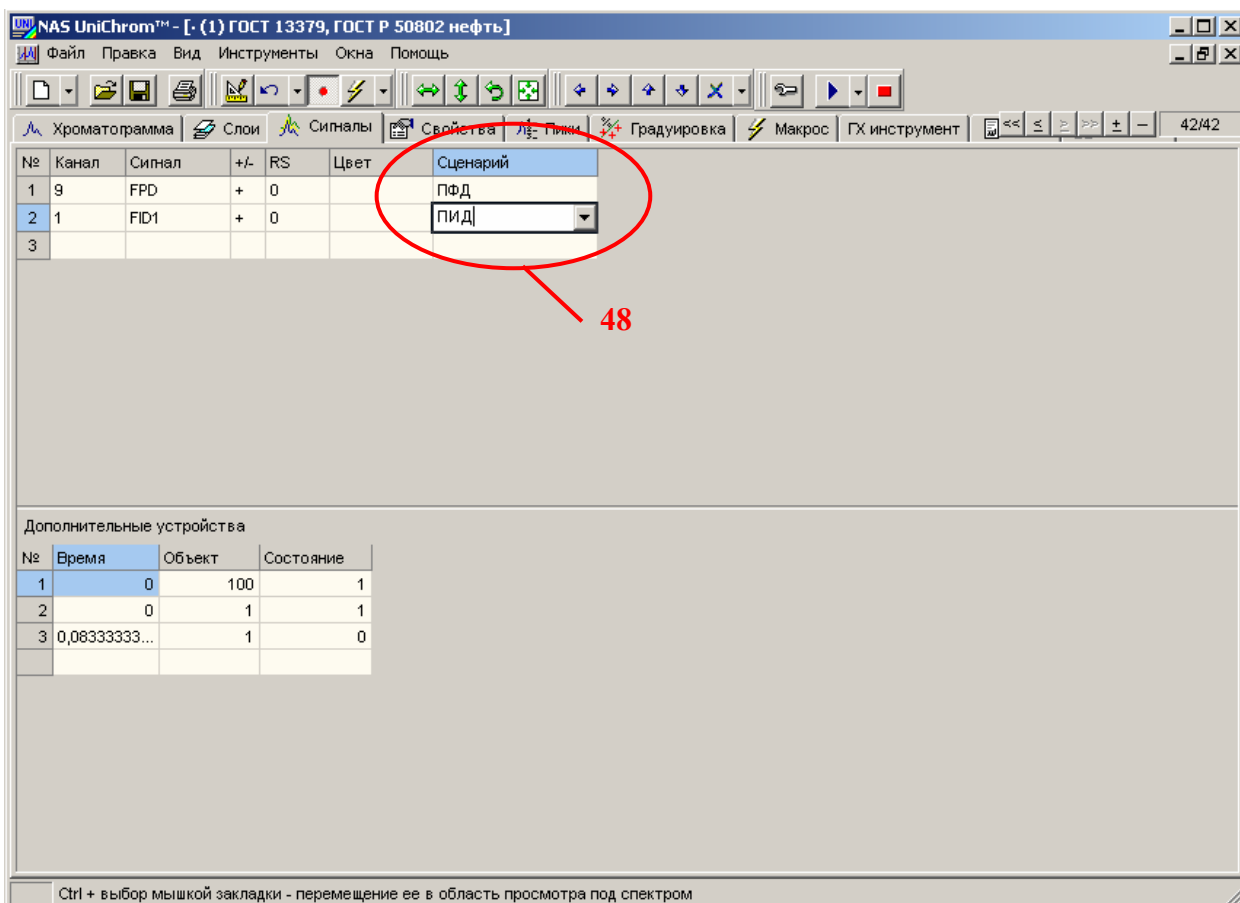

Рис. 72. Привязка сигналов к макросам автоматической обработки хроматограмм
- Щёлкните левой кнопкой мыши в ячейку таблицы сигналов, которая находится в ряду сигнала **ПФД**, и в колонке «Сценарий» (см. Рис. 72);